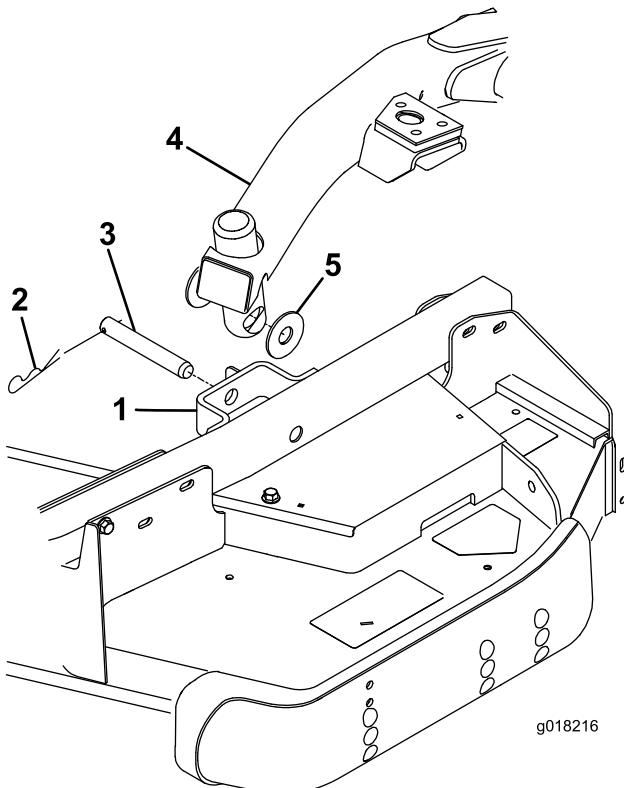

Figura 26
4. Portate in avanti l'interruttore di sollevamento in posizione Float. Spingete verso il basso un braccio di sollevamento fino a quando i suoi fori non si trovano allineati ai fori della staffa del braccio della ruota orientabile e l'asta dell'altezza di taglio può essere inserita nei pattini del braccio di sollevamento (Figura 26).
5. Fissate il braccio di sollevamento al braccio della ruota orientabile con 2 rondelle di spinta, un perno con testa e una coppiglia. Posizionate le rondelle di spinta tra il braccio di sollevamento e la staffa del braccio della ruota orientabile (Figura 26). Inserite l'estremità della coppiglia nell'apposito intaglio di ritegno presente sulla linguetta del braccio della ruota orientabile.